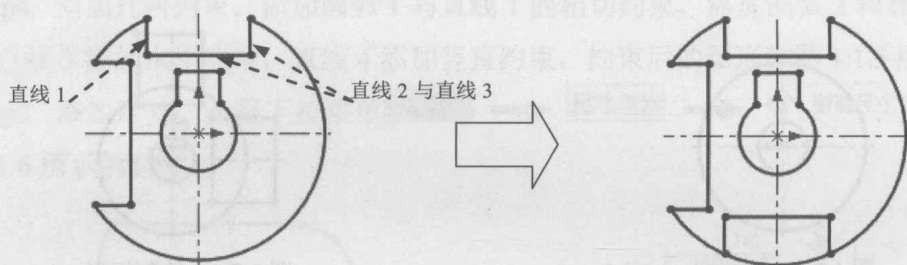

图 1.2.9 镜像草图 1
Step8. 镜像草图 1。选择下拉菜单 **工具(T)** → **草图工具(T)** → **镜像(M)** 命令；在图形区中选取图 1.2.9 所示的直线 1、直线 2 和直线 3 作为镜像对象；选取水平中心线作为镜像中心线，结果如图 1.2.9 所示。